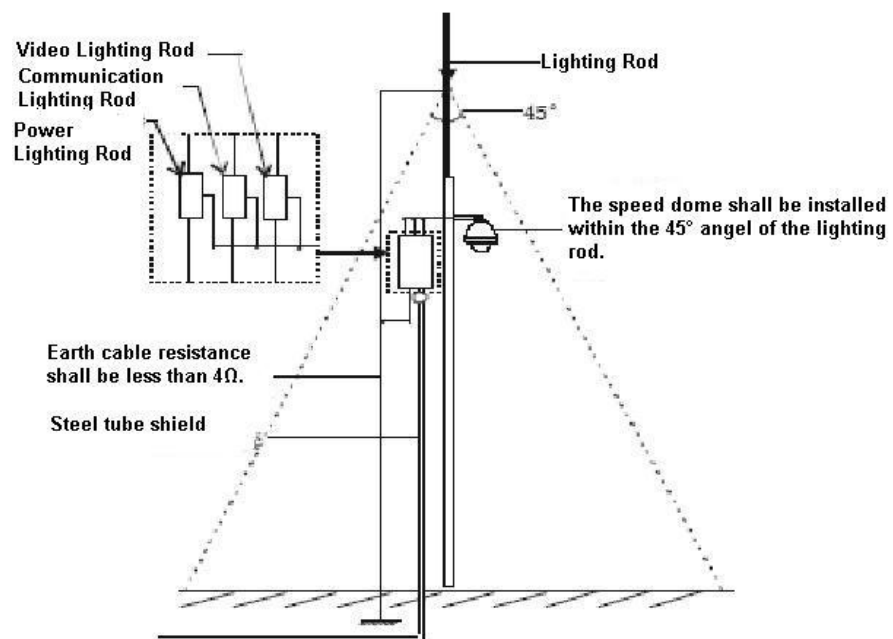

Рисунок 6-1
- Система должна позволять эквипотенциальное электрическое соединение. Заземляющее устройство должно отвечать требованиям защиты от помех и одновременно соответствовать вашим местным требованиям безопасности. Заземляющее устройство не должно быть замкнуто накоротко на провод N (нейтраль) высоковольтной питающей сети или объединено с другими проводками. Если система соединяется с отдельным заземлением, сопротивление заземления должно быть не более 4 Ом и сечение заземляющего провода не больше 25 мм². Смотрите Рисунок 6-1.